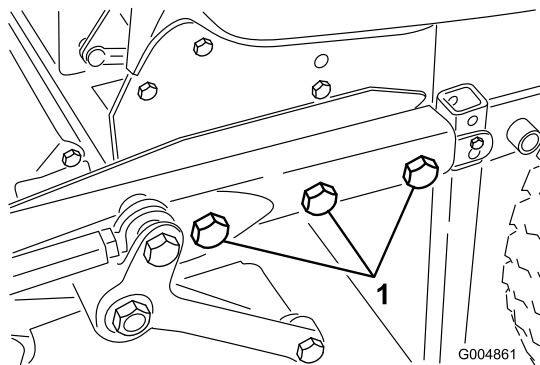

Figure 7
4. Roulez le tablier d'été et le châssis en position et montez les cinq boulons 3/4", rondelles et écrous qui assujettissent le châssis du tablier au châssis arrière (Figure 7). Enlevez les goupilles du vérin de levage pour accéder aux boulons sur le côté droit. Serrez les boulons à 359 Nm (265 lb-pi).